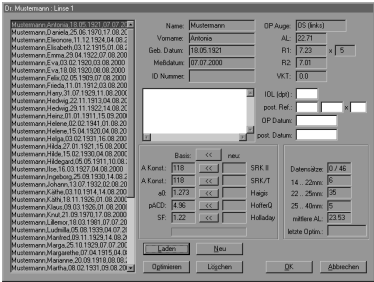

Abb. 33 Für Optimierung übernommene Datensätze
- Wenn alle gewünschten Datensätze in der linken Tabelle stehen, Drücken Sie **OK**, um zum Optimierungsfeld (Abb. 33) zurück zu kommen.